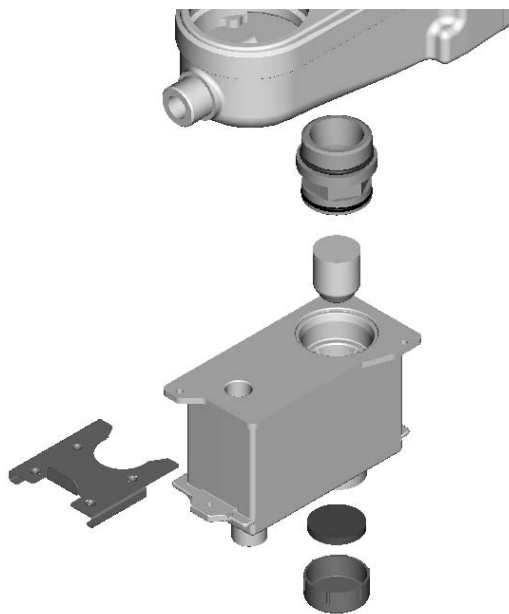

Figure 10. Nettoyage du siphon
4. Remplir le siphon d'eau de ville (voir fig. 10).
Etant donné la présence de condensats dans un appareil HR Top, l'évacuation de cette eau doit être prévue. Un siphon (voir fig. 10) est placé à la partie inférieure de l'appareil. Le tuyau d'évacuation fixé sur le siphon doit être raccordé à l'égout au moyen d'une liaison ouverte.